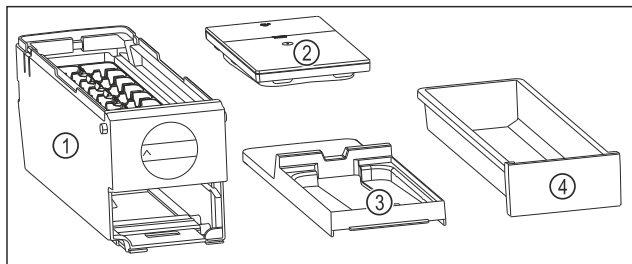

Fig. 80 Componente ale EasyTwist-Ice
- ▷ EasyTwist-Ice este dezasamblat în patru piese. (vezi Fig. 80)
- ▶ Dezasamblați EasyTwist-Ice numai în componentele ilustrate. (vezi Fig. 80)
- ▶ Curățați corpul EasyTwist-Ice Fig. 80 (1) ca un întreg.